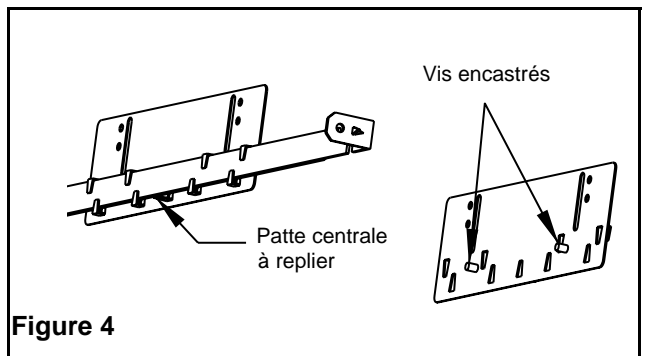
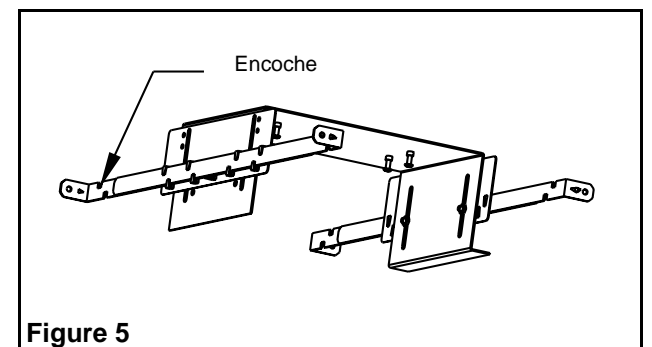

Figure 4
Figure 5
3. Glissez les barres de suspension sous les pattes des supports de réglage. Si nécessaire, repliez la patte centrale du support de réglage par-dessus les barres de suspension (voir Figure 4). Alignez les supports en " U " au besoin et découpez une ouverture de la grandeur du support en " U " (8-1/4 par 5-3/4 po.) dans le carreau du plafond.
4. Déposez le montage sur les barres de la structure en vous assurant que les encoches sur les barres de suspension s'enclenchent sur les barres (voir Figure 5). Placez le rebord du support en " U " sur le panneau du plafond et resserrez les écrous sur les vis encastrés dans les supports latéraux (voir Figure 4). Pour sécuriser l'appareil, fixez le montage aux solives du plafond avec des chaînes ou des tiges de suspension (non fournies).